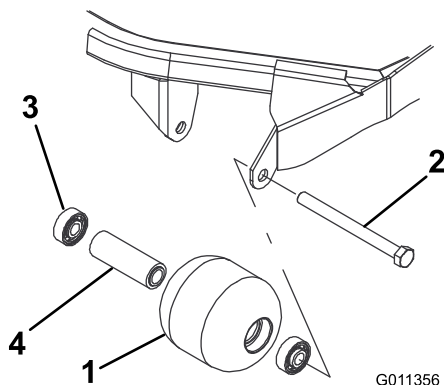

Figura 65
1. Retire el perno de montaje del rodillo (Figura 65).
4. Inspeccione el alojamiento del rodillo, los cojinetes, y el espaciador del cojinete (Figura 65) Sustituya cualquier componente dañado y móntelos.
1. Introduzca a presión el primer cojinete en el alojamiento del rodillo (Figura 65). Haga presión solamente sobre el anillo de rodadura exterior, o de forma igual sobre el anillo exterior y el interior.
2. Introduzca el espaciador (Figura 65).
3. Introduzca a presión el segundo cojinete en el alojamiento del rodillo (Figura 65). Presione de manera uniforme sobre el anillo de rodadura interior y el exterior hasta que el anillo de rodadura interior entre en contacto con el espaciador.